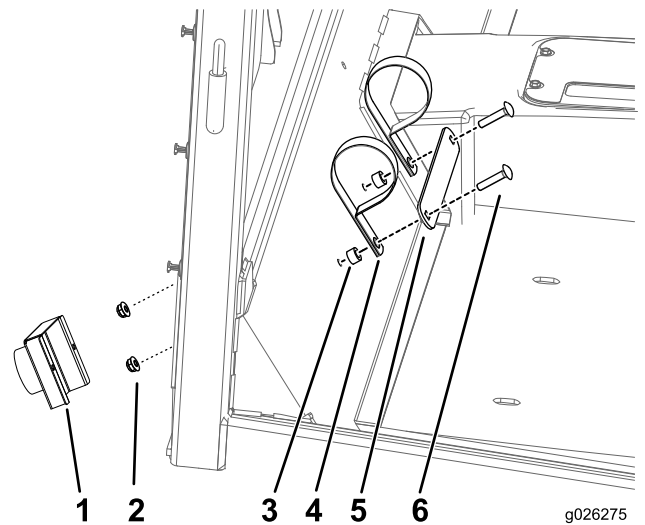

Bild 47
1. Befestigen Sie das Rohr für die Bedienungsanleitung (Bild 47).